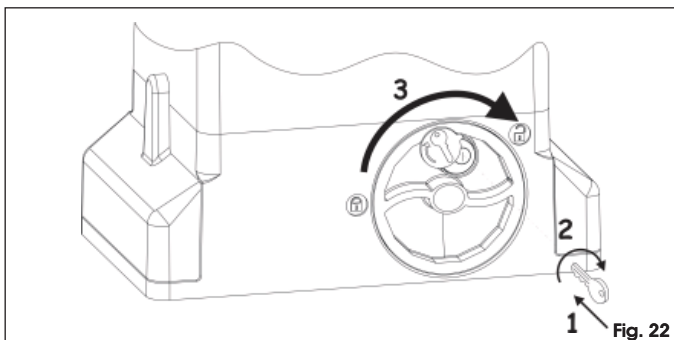

Fig. 22
1. Introduire la clé spécifique fournie et la tourner dans le sens des aiguilles d'une montre d'après la Fig. 22 réf. 1 et 2.
2. Tourner le système de déverrouillage dans le sens des aiguilles d'une montre jusqu'à l'arrêt mécanique, Fig. 22 réf. 3.